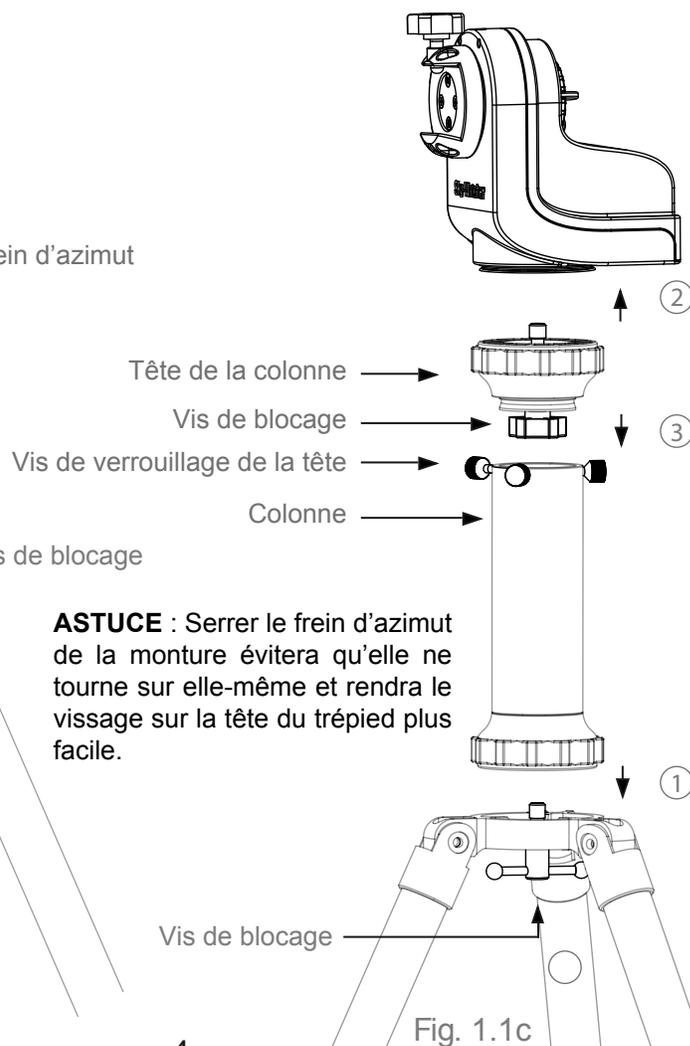

Fig. 1.1c
4. Si vous possédez un tube optique long, vous devrez insérer une colonne entre le trépied et la monture AZGTi pour éviter tout risque pour le tube de venir heurter les jambes du trépied lors des déplacements, notamment vers le zénith. (Fig. 1.1c)